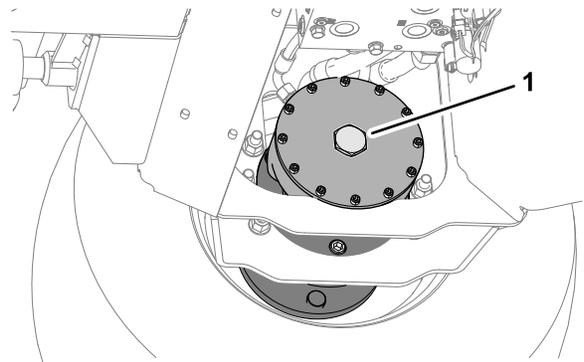

Figura 35
6. No conjunto de travões de disco do motor da roda da frente do lado direito, retire o tampão hexagonal (Figura 35).